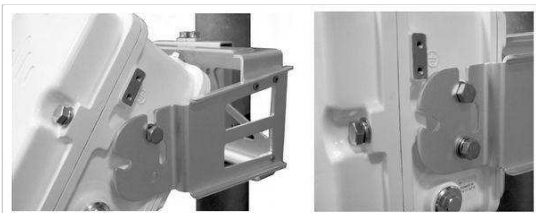

Fig. 6 - Colocación del equipo
- Colocar un bulón en las perforaciones superiores ubicadas en los laterales izquierdo y derecho del equipo dejando aprox. 0.5 cm sin enroscar (Fig. 6) y colgar el equipo en el soporte.
- Colocar un bulones con arandela de presión y arandela plana en las perforaciones inferiores de los laterales derecho e izquierdo del equipo y ajustar los 4 bulones que sujetan el equipo al soporte (Fig. 6).